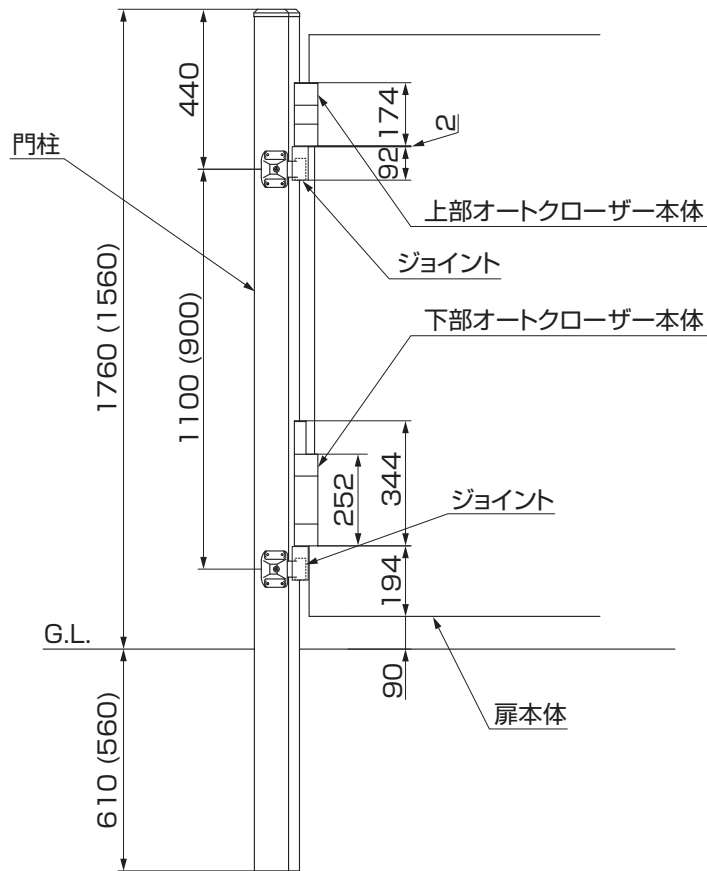

図1-1 オートクローザーの取付位置
- ①上下オートクローザーにヒンジB(カバー取付孔付)を取付けてください。
- ②上下オートクローザーを図のように取付けてください。(取付位置は項目1の図1-1を参照してください)